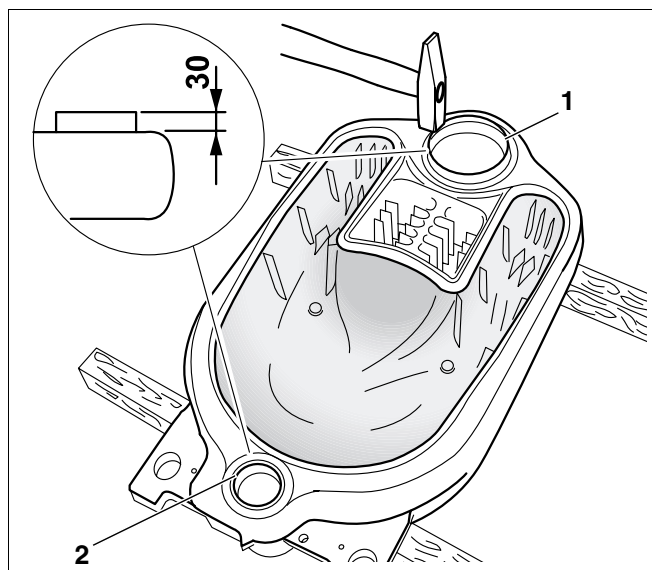

Fig. 11 Baterea niplurilor
- Niplurile (Fig. 11, **Poz. 1 și 2**), se vor curăța cu cârpa muiată în benzină.
- Niplurile (Fig. 11, **Poz. 1 și 2**) se vor vopsi uniform cu miniu.
- Niplurile (Fig. 11, **Poz. 1 și 2**) se vor introduce la părțile superioare (Gr. 2, 119/50) și inferioare (Gr. 0, 57/50) ale elementilor de cazan.
- Lăsați niplurile superioare (Fig. 11, **Poz. 1**) și niplurile inferioare (Fig. 11, **Poz. 2**) să iasă afară cca. 30 mm., după ce au fost bătute.
- Niplurile (Fig. 11, **Poz. 1 și 2**) vor fi bătute cu lovituri puternice de ciocan.